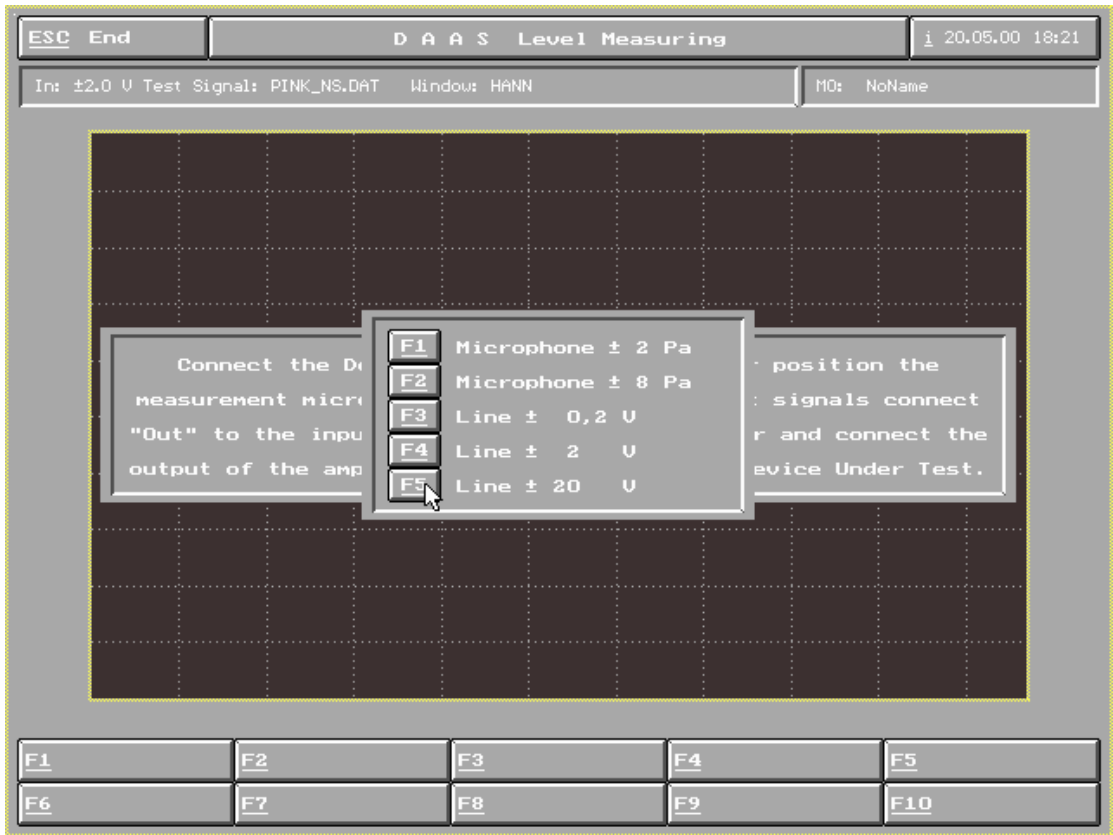

图 45
- F2 Input select：选择输入通道及量程，若测试放大器，则选择 F5 Line 20v，若测试扬声器则选择 F2 Microphone 8pa (图 45)